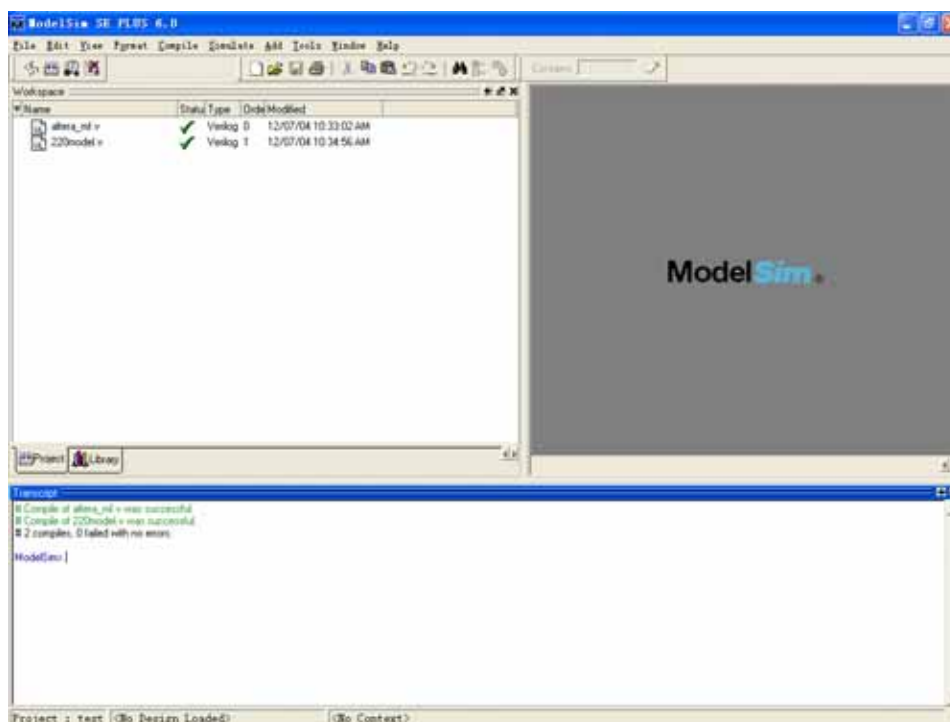

图 6 编译 altera\_mf.v 和 220model.v 文件
6. 执行 compile→compile All 命令.编译 altera\_mf.v 和 220model.v 文件,图 6 编译 altera\_mf.v 和 220model.v 文件所示.